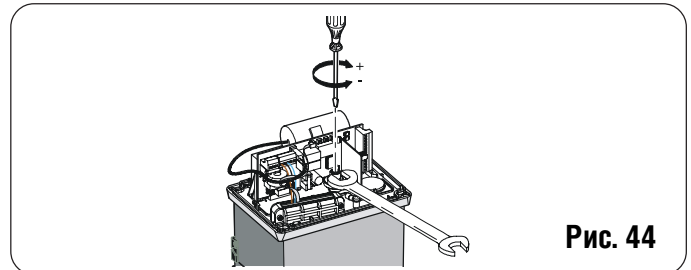

Рис. 44
- 2) Застопорить вал двигателя гаечным ключом и повернуть регулировочный винт универсальным гаечным ключ или отверткой, как показано на рис. 44 пункт А.